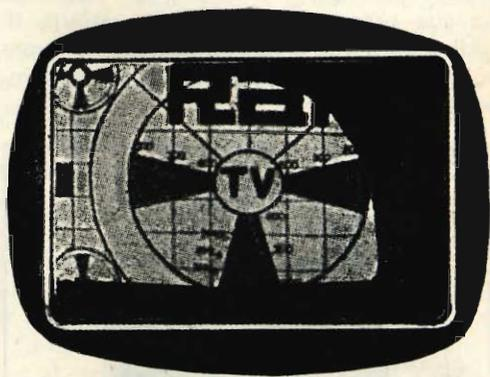

Fig. 41.
d) Il centraggio del quadro (vedi, ad esempio, fig. 41) si ottiene mediante la regolazione dell'apposito centratore sistemato sul collo del tubo R.C. e della trappola jonica.